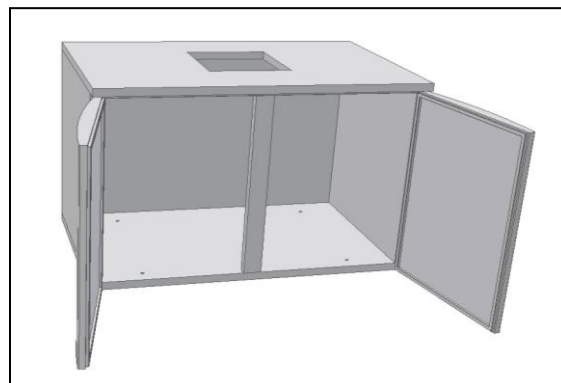

Fig. 9
- Fissare **il pilastro** ai pannelli del piano e del pavimento (Fig. 9);